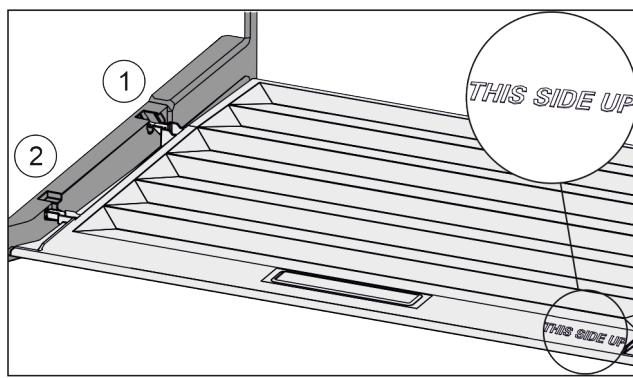

Fig. 76
- Prečke poklopca uvedite preko otvora stražnjeg držača Fig. 76 (1) i uglavite ih u držač Fig. 76 (2).